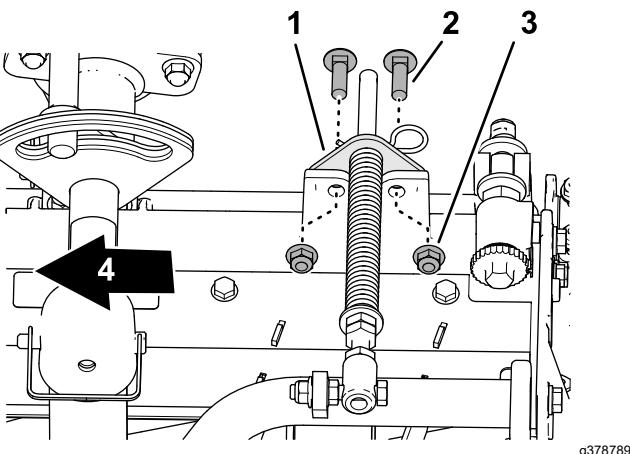

Figure 20
- Alignez les trous du support du compensateur et les trous dans le cadre de l'unité de coupe (Figure 20).